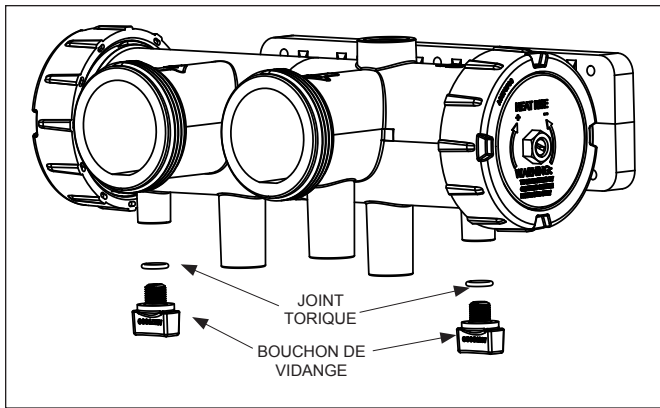

Figure 24. Drainage du réchauffeur
4. Retirer les bouchons des vidangeurs du collecteur d'entrée et de sortie et du collecteur de retour, voir figure 24, puis vidanger totalement le réchauffeur avant l'arrivée du premier gel.